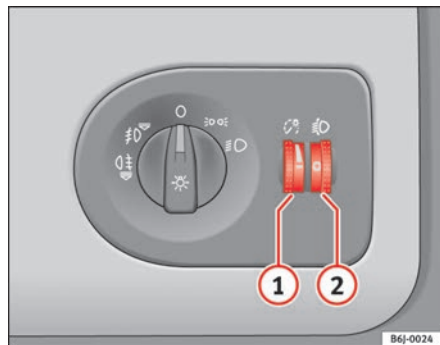

Fig. 52 Plancia portastrumenti: regolatore dell'intensità di illuminazione degli strumenti e degli interruttori e regolatore assetto fari
Quando le luci sono accese è possibile regolare l'intensità di illuminazione degli strumenti e degli interruttori servendosi della rotella zigrinata ⇒ fig. 52 ①.